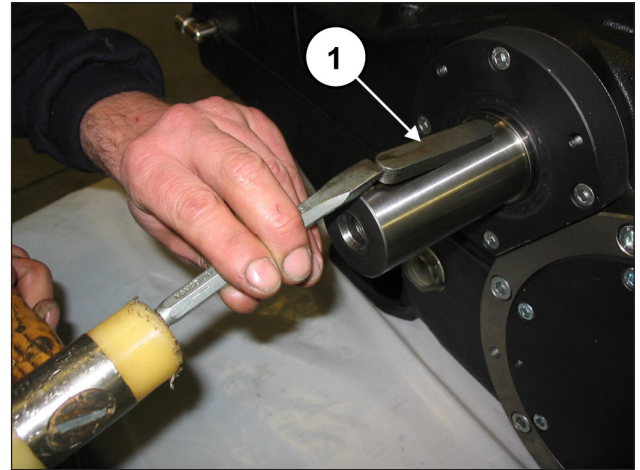

Fig. 8
Déposer la languette de l'arbre PTO (rep. ①, Fig. 8).